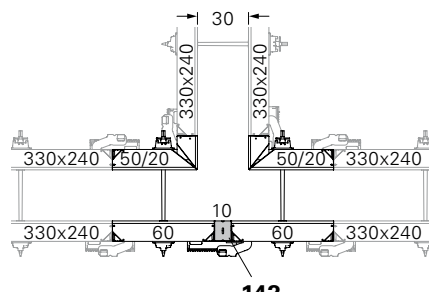

Fig. C4.05
- Wall thickness 30: Fig. C4.05